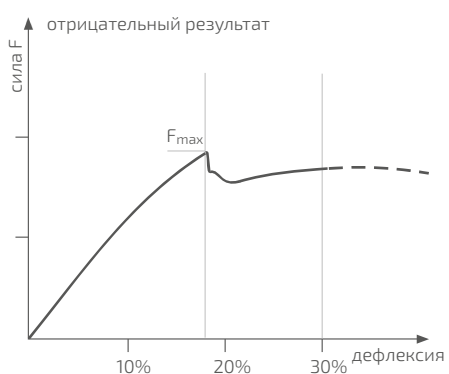

Рисунок 3.
- Коэффициент ползучести. Испытания (см. рис. 3) в соответствии с ГОСТ Р 54475-2011 (п. 8.7), ТУ 22.21.21-078-73011750-2021 (п. 4.11);